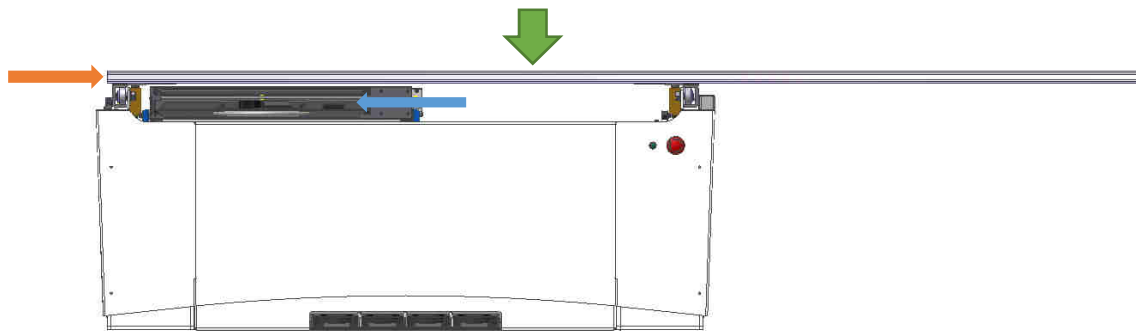

Abbildung 4-2
- Auf- und Absteigen des Patienten (siehe Abb. 4-2)